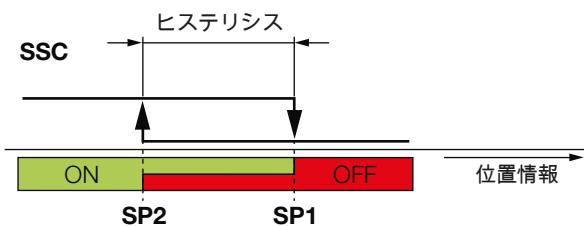

図 6-3: ツーポイントモードにおける存在検出の例
- ツーポイントモード (two-points mode、図 6-3) : 値 : 3